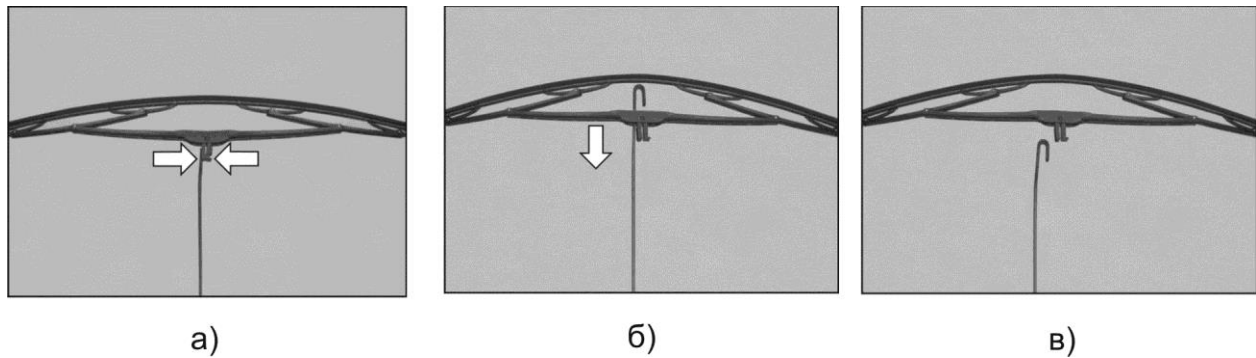

Рис. 7.35. Замена щеток стеклоочистителя
- прижать концы пластмассового зажима, согласно стрелкам показанным на рис. 7.35,а ;
- скользящим движением продвинуть щетку по рычагу по направлению стрелки (рис. 7.35,б) и снять щетку (рис. 7.35,в);